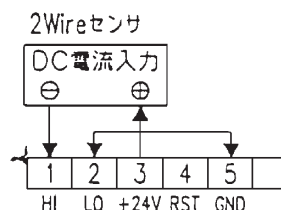

図 5
- 3) センサの種類により入出力の配線が異なりますので、上記（図5~8）の接続図を参照しながら配線してください。もし誤って配線しますとセンサや入出力回路が破損する恐れがあります。